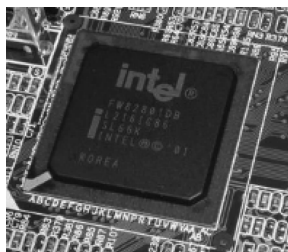

图 1-10 Intel 芯片组
(1) 主板芯片组。主板芯片组是主板的核心组成部分,如图 1-10 所示。按照在主板上的排列位置不同,可分为北桥和南桥。其中,CPU 的类型,主板的系统总线频率,内存类型、容量和性能,显卡插槽规格是由芯片组中的北桥芯片决定的;而扩展插槽的种类与数量、扩展接口的类型和数量(如 USB 2.0/1.1、IEEE 1394、串口、并口、笔记本电脑的 VGA 输出接口)等是由芯片组的南桥决定的。部分芯片组纳入了 3D 加速显示(集成显示芯片)、AC 97 声音解码等功能,决定着计算机系统的显示性能和音频播放性能等。